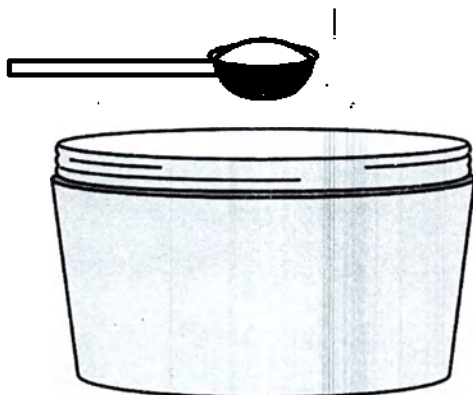

Рис. 35. Заполнение чашечкового электрода адгезивной пастой
- 1) Для регистрации отведения сигналов ЭЭГ подходят чашечковые электроды, предварительно заполненные токопроводящей адгезивной пастой (рис. 35).